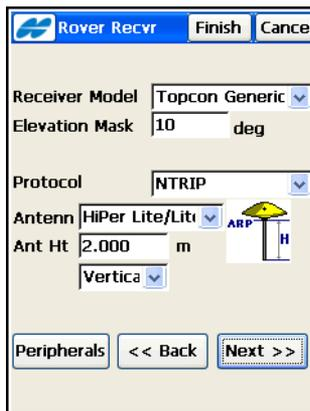

Abbildung 4-35. Rover: Empfänger
- Wählen Sie im Fenster **Rover: Empf.** das Empfängermodell. Legen Sie Elevationsmaske und Antennenparameter für den Rover fest und wählen Sie eines der folgenden Protokolle in der Liste *Protokoll* (Abbildung 4-35). Tippen Sie auf **Weiter**.